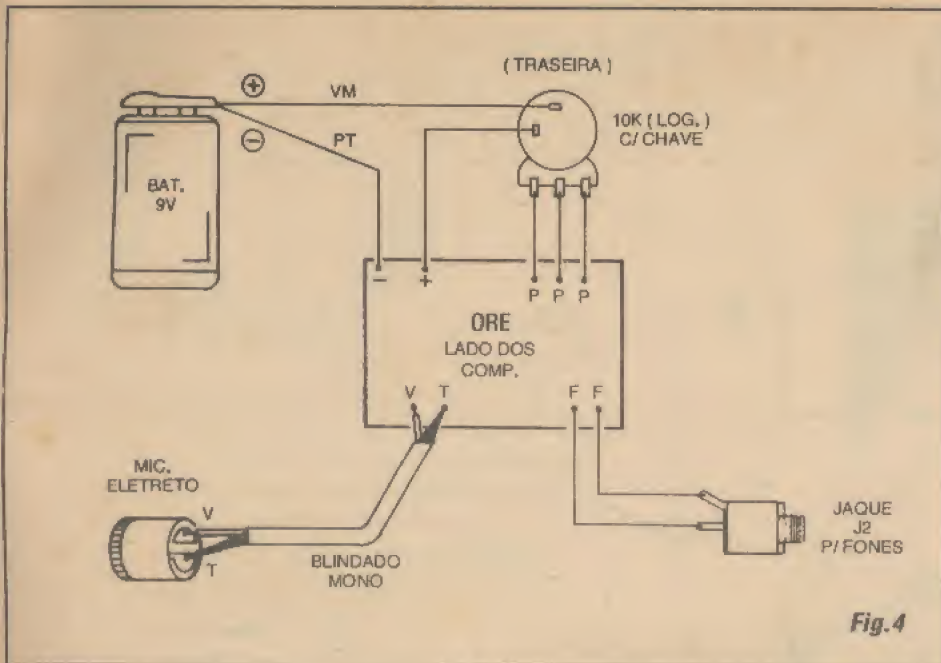

Fig. 4
- FIG. 4 - CONEXÕES EXTERNAS À PLACA - Também não são muitas as ligações da placa *para fora*, porém tratam-se de **caminhos muito** importantes, nos quais qualquer *errinho* poderá **danar tudo** em termos de funcionamento do **ORE**... Observar, então, com muito cuidado e atenção, as conexões aos terminais dos potenciômetros (dos pontos **P-P-P** da placa...), verificando que este é visto pela *traseira*, na figura... Notar também (e res-